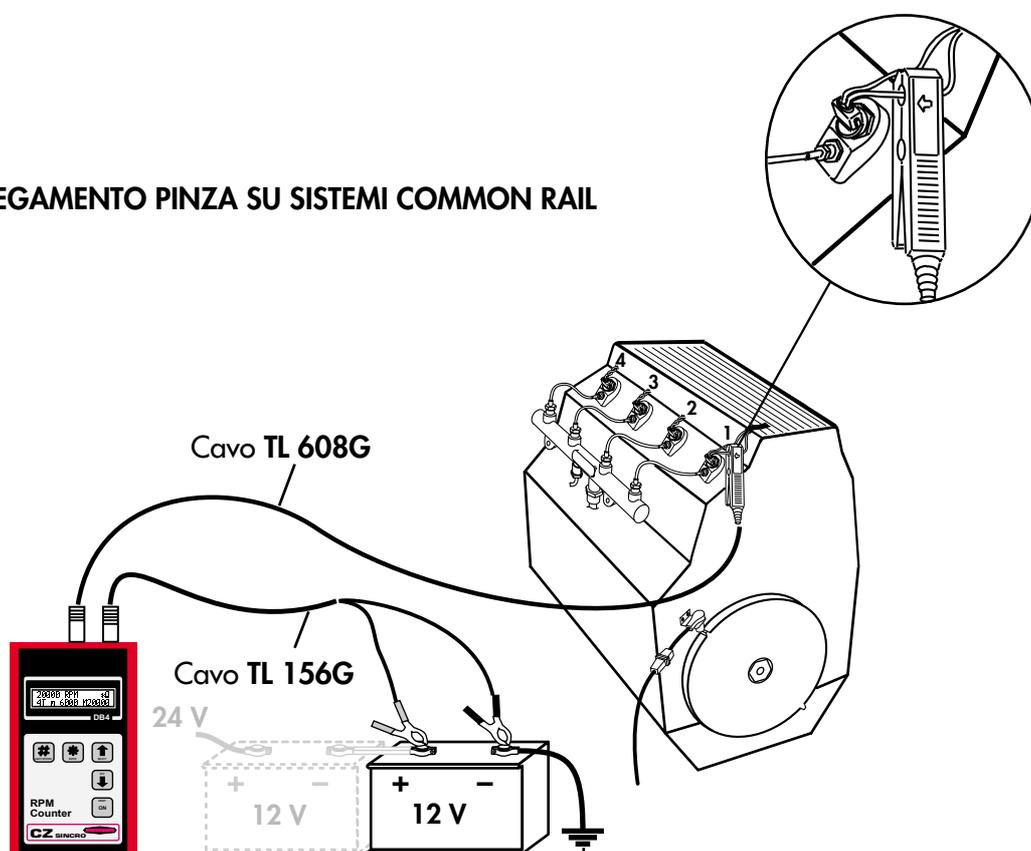

Fig. 5
**10.1** Collegare lo strumento come in fig. 5.